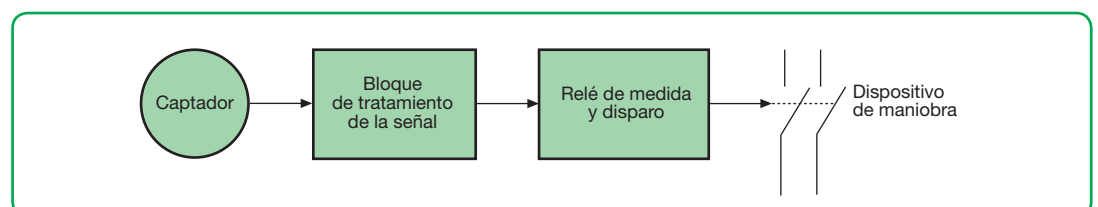

Fig. 3.1. Esquema funcional de un diferencial electromecánico "a propia corriente" (tipo multi 9).
- En la **fig. 3.1**, el esquema tipo funcional de un diferencial electromecánico tipo "multi 9" a propia corriente, es decir, que no precisa de fuente de alimentación auxiliar.